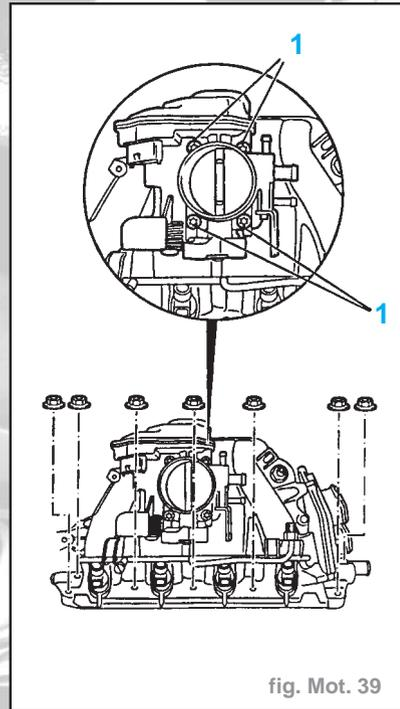

fig. Mot. 39
- Déposer les vis de fixation (1). Enlever la tubulure de papillon du collecteur d'admission (fig. Mot. 39) (sur X18XE1)